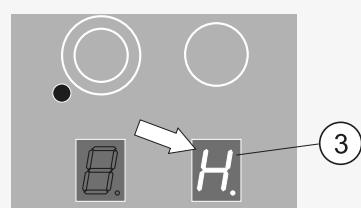

Рис.24
После выключения конфорки в окне индикации ③ (рис. 24) высвечивается буква «H» (от англ. hot – «горячий»).